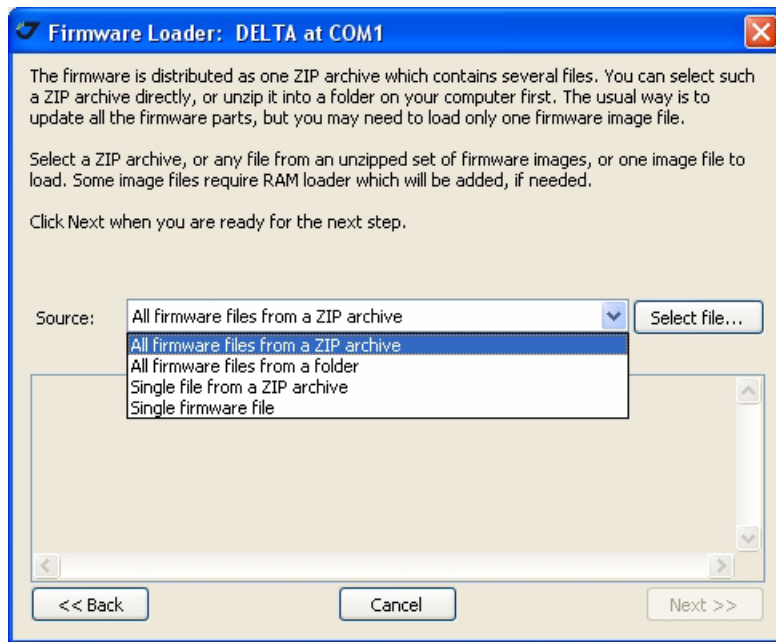

Рисунок 5-16. Выбор файла
5. Выберите архив ZIP, или отдельный файл из набора новой версии аппаратно-программного обеспечения. Нажмите *Next*>> (Рисунок 5-16).